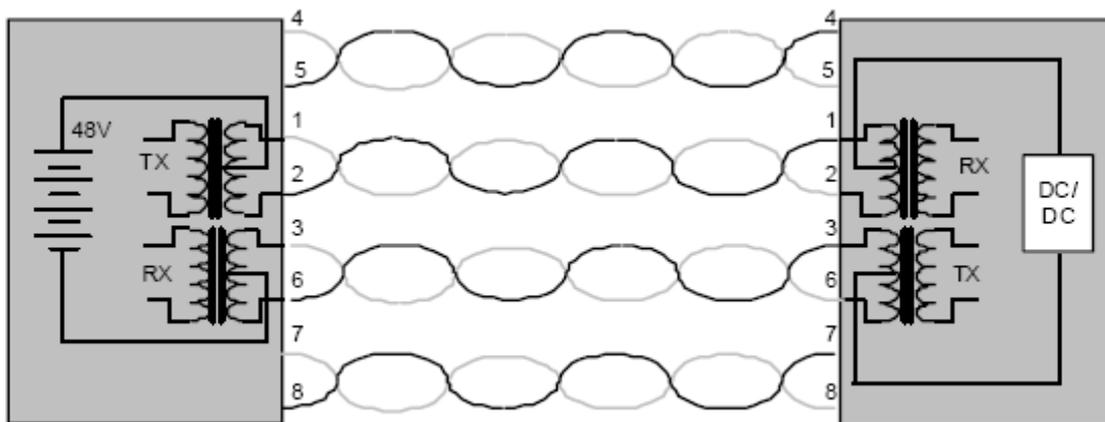

Figure 2 – puissance par le câble sur les paires de données
- **Les paires de données sont utilisées** : Puisque les paires Ethernet sont isolées à chaque extrémité par un transformateur, il est possible d'appliquer une alimentation en courant continu au centre du circuit secondaire du transformateur d'isolement sans déranger le transfert de données. Dans ce mode de fonctionnement la paire sur les bornes 3 et 6 et la paire sur les bornes 1 et 2 peuvent être de l'une ou l'autre polarité. Ceci est montré sur la figure 2.